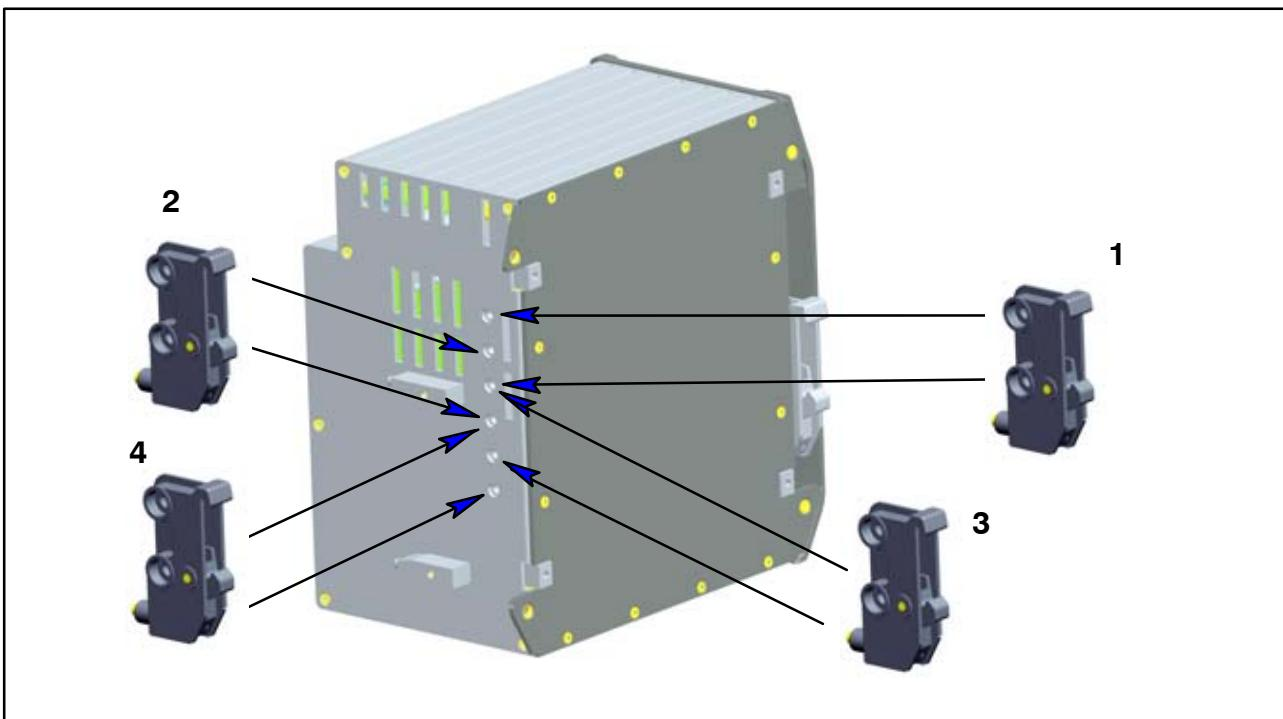

Abb. 6.2: Vier Positionsmöglichkeiten der Tragschienenbefestigung
- Vier Rückwandschrauben (Senk-Kreuzschlitz M3x8) lösen (1)
- Seitenwände nach vorne schieben (2)
- Tragschienenbefestigung (3) anschrauben (ca. 5 Nm), wahlweise in vier Positionen möglich (zwei Positionen bei Tragschiene 7,5 mm), siehe Abb. 6.2)
- Seitenwände (2) wieder anschrauben
► PMX-Gerät einhaken in Tragschiene (4)